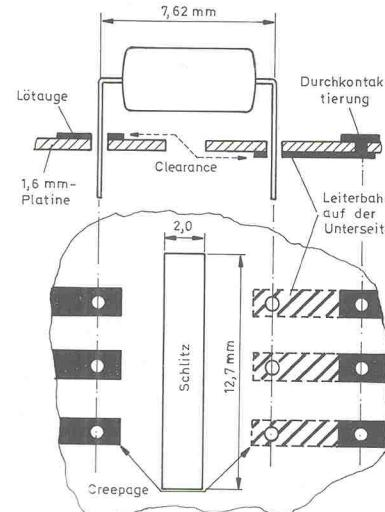
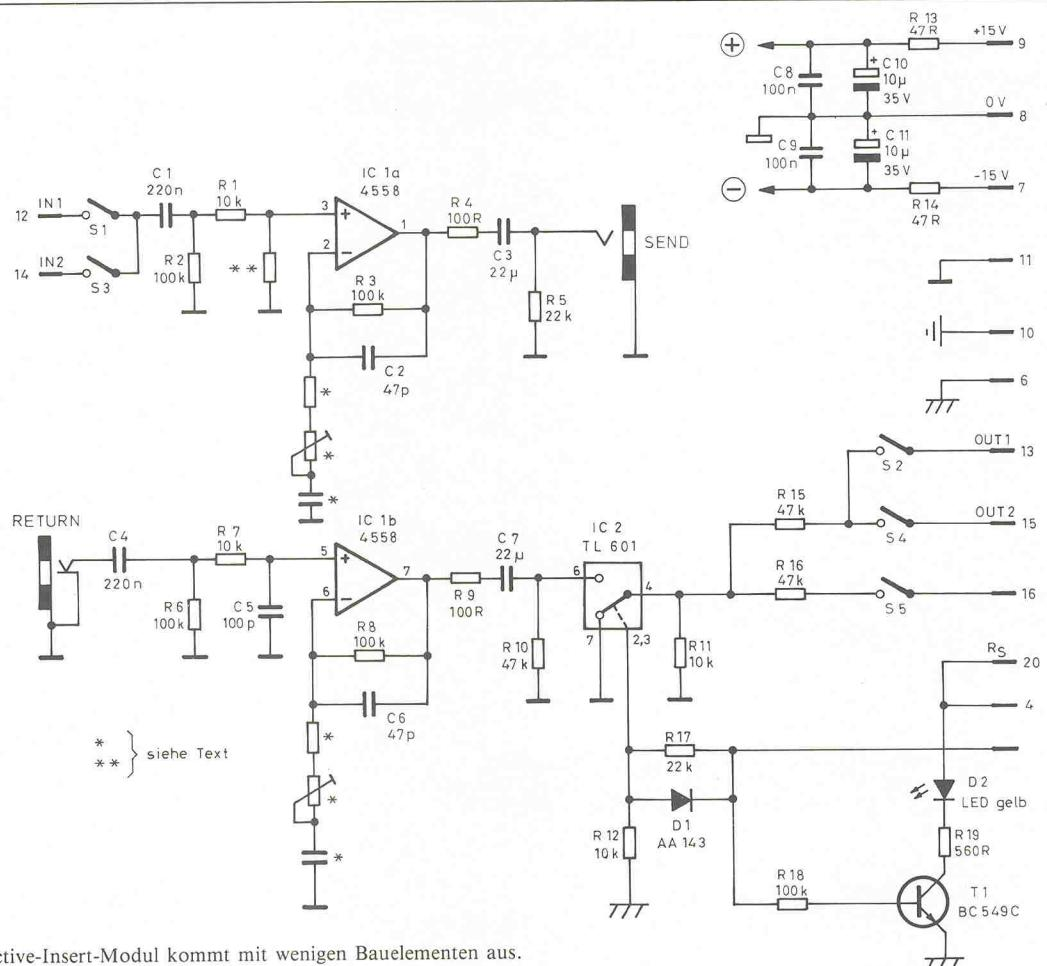

Bild 5. Vergrößerung des 'clearance'-Abstandes durch beidseitige Kaschierung.
Bild 1. Das Active-Insert-Modul kommt mit wenigen Bauelementen aus.
Die Vergrößerung der minimalen Funkenstrecke L(CL) erfordert die Verwendung von doppelseitig kasierten Leiterplatten. Wie in Bild 5 gezeigt, kann man die linke Pinreihe oberseitig und die rechte
In Bild 1 ist der Schaltplan des Active-Insert-Moduls wiedergegeben. Die Schaltung ist relativ einfach und bedarf keiner größeren Erklärungen. Die Signalschaltwege wurden bereits in Teil 4 der Bauanleitung (zusammen mit der Tabelle 1) ausführlich beschrieben. IC1a und IC1b entkoppeln das Bussignal. Grundsätzlich ist eine Verstärkung von 0 dB vorgesehen. Die mit einem Sternchen (*) gekennzeichneten Bauteile werden dabei nicht bestückt. Wenn Anpassungsprobleme auftreten sollten, können die mit * markierten Bauteile bestückt werden; je nach Dimensionierung wird die Verstärkung beeinflußt (erhöht). Es müssen nicht unbedingt Trimmopots eingebaut werden, obwohl für sie auf der Platine Platz vorgesehen wurde. Bei den meisten Anwendungen genügt ein Festwiderstand, der zudem noch den Vorteil bietet, daß nichts aus Versehen verstellt werden kann.
In Bild 5 ist der komplette Schaltplan des Fußschalters zu sehen. Im Prinzip gibt es hier nichts Neues, denn die Schaltung ähnelt der des Control-Moduls. Zum besseren Verständnis der Funktion kann noch einmal Bild 1 aus Heft 6/86 mit dem Control-Schaltplan zur Hand genommen werden. Bevor die Steuersignale auf den Bus gelangen, müssen sie eine Verriegelungslogik passieren, die mit den NAND-Gattern der ICs 4023 aufgebaut ist. Wenn kein Fußschalter angeschlossen ist, sind die Verriegelungseingänge über Pull-Up-Widerstände (100k) auf logisch High gelegt, und die Gatter sind offen. Ist jedoch der Fußschalter angeschlossen, bestimmt er, ob der jeweilige Effekt ein- oder ausgeschaltet wird. Dies geschieht durch die Flip-Flops 4027, deren logischer Ausgangszustand gleichzeitig mit den gelben LEDs am Fußschalter angezeigt wird.